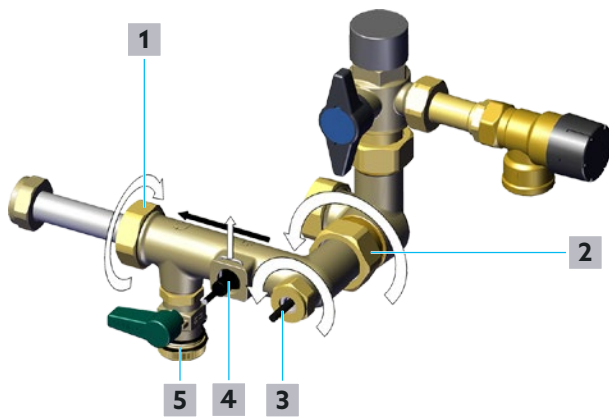

Abb. 32: Messturbine reinigen
- 7** Lösen Sie die Klammer des Volumenströmsensors (Position **4** in Abb. 32 auf Seite 50) und legen Sie diese beiseite.
- 8** Lösen Sie die Überwurfmutter des Temperatursensors Trinkwasser kalt/Zirkulation S3 (Position **3** in Abb. 32 auf Seite 50).
- 9** Ziehen Sie den Volumenströmsensor Trinkwasserkreis (Position **4** in Abb. 32 auf Seite 50) und den Temperatursensor Trinkwasser kalt/Zirkulation S3 (Position **3** in Abb. 32 auf Seite 50) vorsichtig aus der Armatur.
- 11** Lösen Sie die Überwurfmutter Trinkwasser-Vorlauf (Position **2** in Abb. 32 auf Seite 50) mit einem Maulschlüssel SW 38.
- 12** Lösen Sie die Überwurfmutter Wärmeübertragerseite (Position **1** in Abb. 32 auf Seite 50) mit einem Maulschlüssel SW 37.
Durchflussrichtung durch die Armatur (Aus Richtung der Position **1** in Richtung der Position **2** in Abb. 32 auf Seite 50). Hierzu eignet sich insbesondere ein Wasserschlauch mit entsprechender Spritzdüse.
- 4 Bauen Sie den Volumenströmsensor Trinkwasser warm (Position 4 in Abb. 32 auf Seite 50) und den Temperatursensor Trinkwasser kalt/Zirkulation S3 (Position 3 in Abb. 32 auf Seite 50) ein.